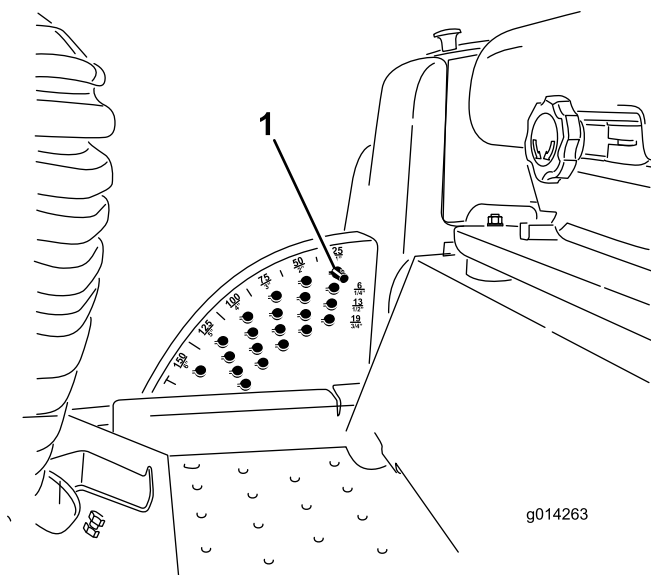

Figura 16
Nota: Para bloquear a plataforma do cortador numa posição elevada, levante a plataforma passando a posição de 15 cm, retire o pino de bloqueio da altura de corte (consulte Ajustar a Altura de Corte), e coloque o pino na posição da altura de corte de 15 cm (Figura 16).
1. Com o motor a trabalhar empurre para trás o interruptor de elevação da plataforma até que a plataforma de corte esteja completamente levantada e **solte imediatamente o interruptor** (Figura 16).
2. Para ajustar, rode o pino de bloqueio até que o pino do mesmo fique alinhado com as ranhuras nos orifícios no suporte da altura de corte e remova-o (Figura 16).
3. Seleccione um orifício, no suporte da altura de corte, que corresponda a altura de corte desejada, insira o pino e rode-o para o bloquear no lugar (Figura 16).
Nota: Existem duas filas de posições de orifícios (Figura 16). A fila de cima dá-lhe a altura de corte listada por cima do pino. A segunda fila dá-lhe a altura de corte listada mais 6 mm. A terceira fila dá-lhe a altura de corte listada mais 12 mm. A fila de baixo dá-lhe a altura de corte listada mais 18 mm. Para a posição de 15,8 cm só existe um orifício, colocado na segunda fila. Isto não acrescenta 6 mm à posição de 15,8 cm.